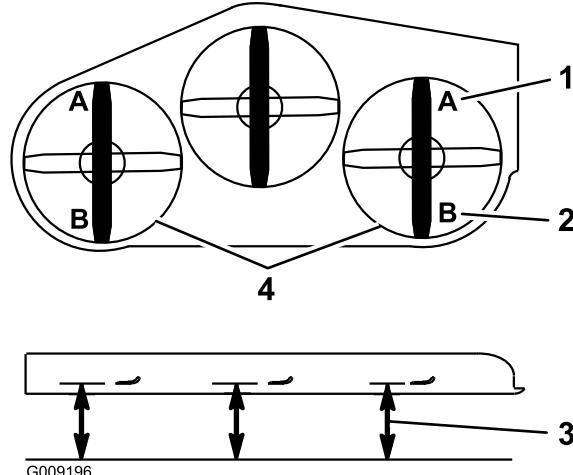

図 72
9. デッキの左右両側で、水平な床面から各ブレードの刃先までの高さを測定する A 位置。この高さが 76 mm であれば適正である図 72。
15. デッキの左右両側で、水平な床面からブレードの後端までの高さを測定するB位置。この距離が83 mm あれば適正である図 72。